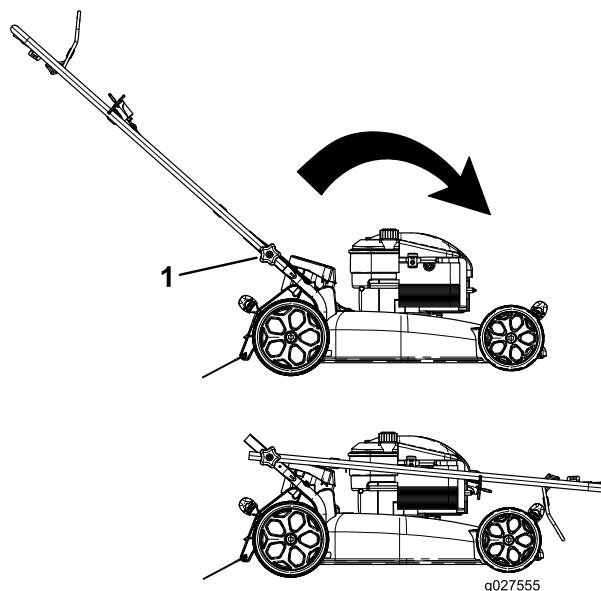

Figura 32
1. Allentate le manopole della stegola finché non riuscite a muovere liberamente la stegola stessa (Figura 32).
1. Manopola della stegola (2)
2. Piegate la stegola in avanti come mostrato nella Figura 32.